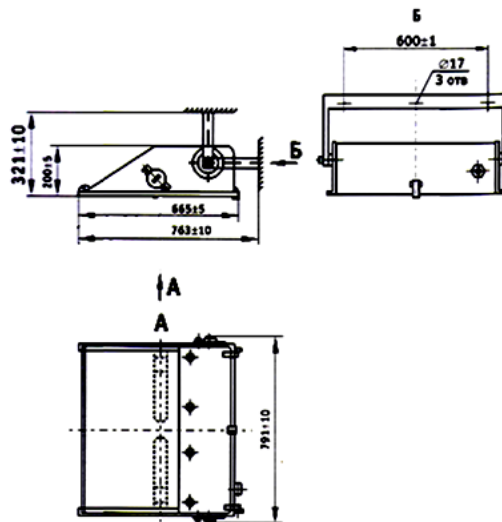

Рисунок 1
2.1 Светильники серии ЖСУ22/PCY22/ГСУ22 «Юпитер» (рисунок 1) предназначены для наружного освещения: освещения больших открытых пространств, путепроводов, автостоянок, пересечений на разных уровнях, железнодорожных сортировочных станций и т.д.